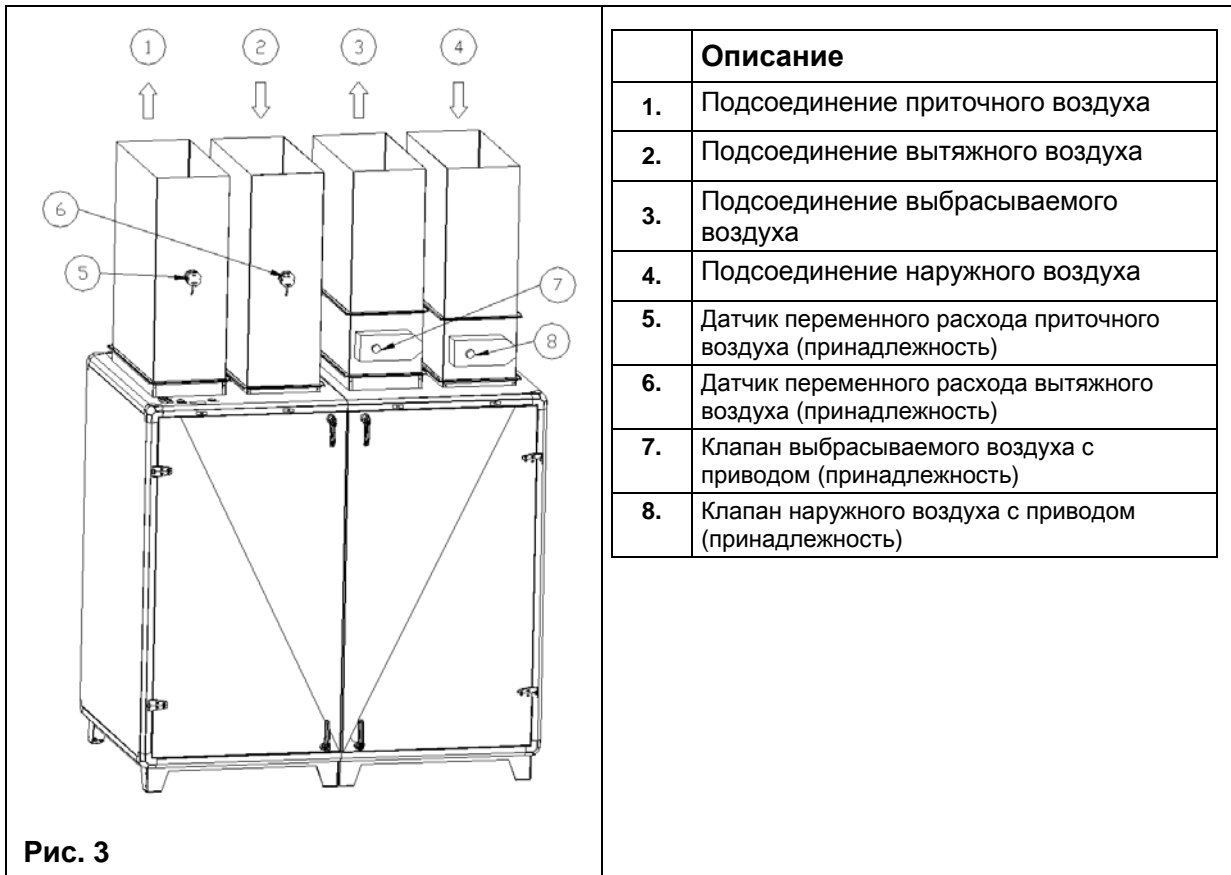

Рис. 3
5. Датчик давления фильтра приточного воздуха	14. Электрический нагреватель (см. рис.3)
6. Вытяжной вентилятор	15. Присоединительная коробка (см. рис. 3)
7. Фильтр приточного воздуха	16. Водяной охладитель (см. рис. 3)
- если активизируется пожарная сигнализация, когда нагреватель включен, вентилятор отключается мгновенно без задержки для охлаждения тэнов, это может стать причиной срабатывания защиты от перегрева. На **рис. 3** показано расположение кнопки ручного сброса защиты от перегрева.